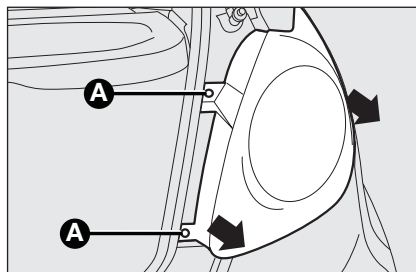

fig. 19
- ☐ desenroscar los dos pernos de fijación **A-fig. 19** y extraer el grupo óptico axialmente, sin girarlo;